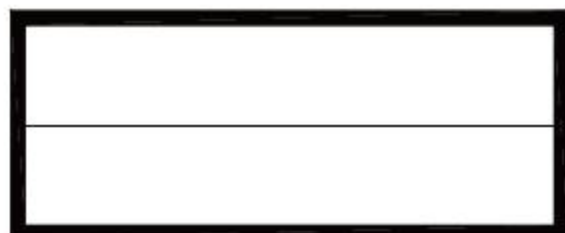

图8-209 绘制线段
**02** 调用L【直线】命令，拾取左侧短边的中点为直线的起点，拾取右侧短边的中点为直线的终点，绘制连接直线的结果如图8-209所示。